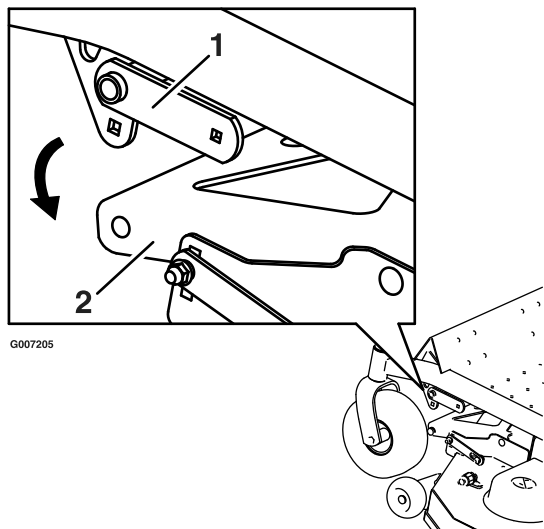
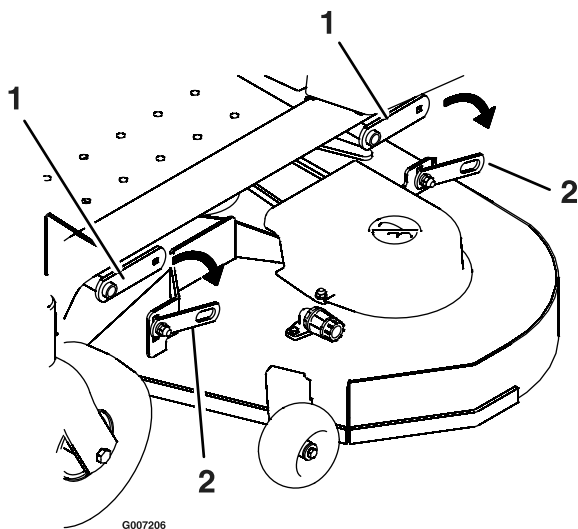

Bild 53
Bild 54
4. Entfernen Sie an beiden Seiten des Mähwerks die Schrauben vom Mähwerkhängeprofil und Mähwerkhubarm (Bild 53).
5. Entfernen Sie die Mutter, Schraube und die Drehbuchse von der Mähwerkstrebe (Bild 53). Lassen Sie die Vorderseite des Mähwerks vorsichtig auf den Boden ab (Bild 54).
5. Befestigen Sie die hintere Mähwerkstrebe mit den vorhandenen Schrauben am Mähwerkhubarm (Bild 54).
6. Setzen Sie an beiden Seiten des Mähwerks die Schrauben vom Mähwerkhängeprofil und Mähwerkhubarm ein (Bild 53).